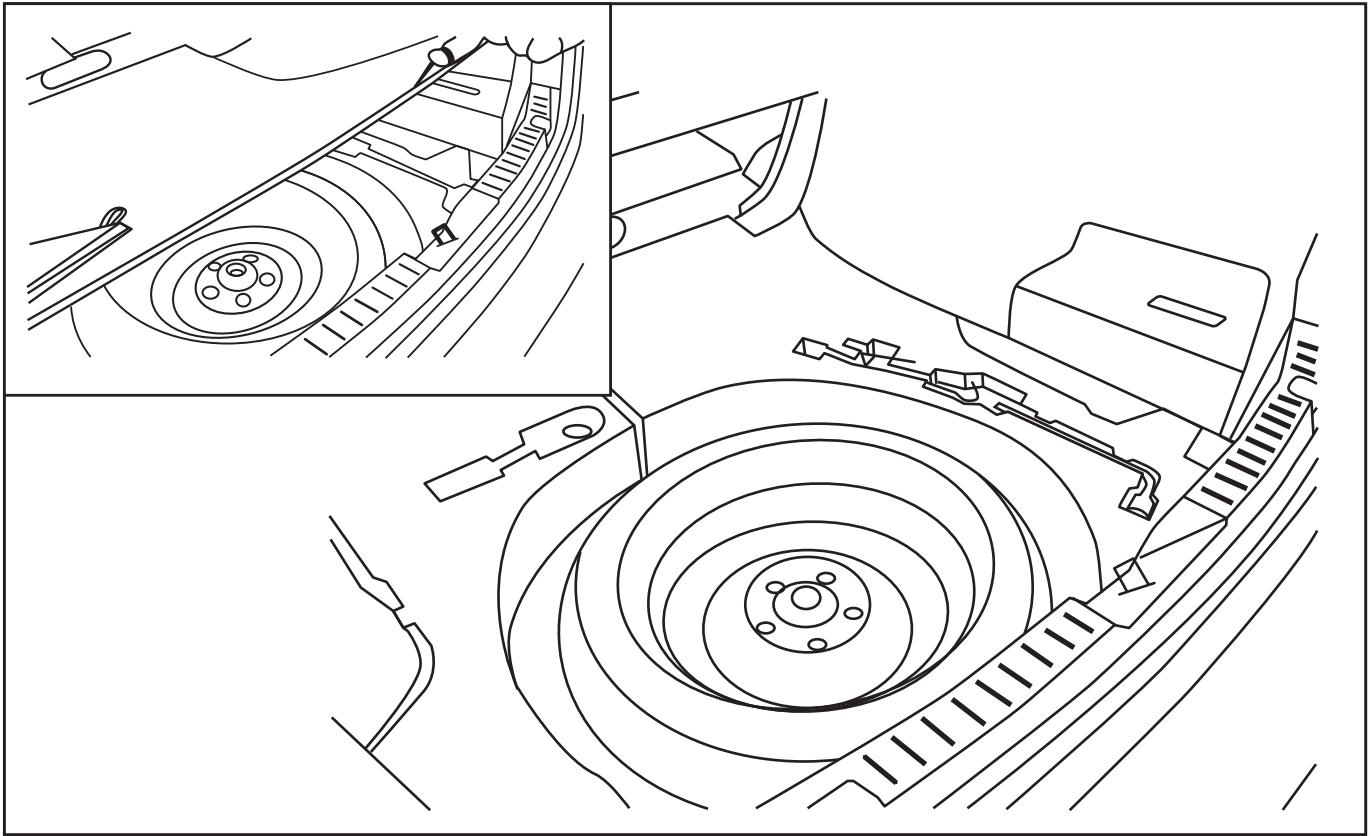

Fig. 2
3. Remove load floor (Fig. 2).